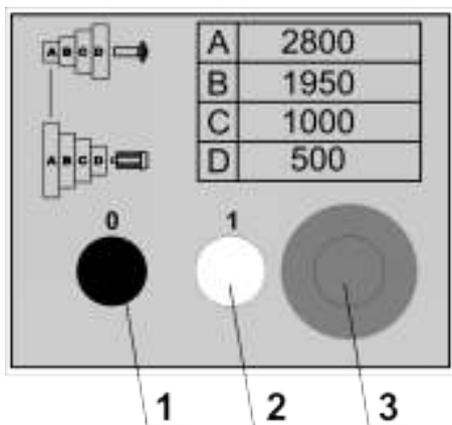

Рисунок 5.
3. Красная кнопка «Стоп» (кнопка аварийного отключения станка 3 рис. 5.)
Станок запускается нажатием белой кнопки 2, выключается при помощи черной кнопки 1. Кнопка «Стоп» (3 рис. 5.) обеспечивает экстренное отключение станка.
Запустите станок на низких оборотах шпинделя (позиция **D** рис. 5.). Если работа станка не сопровождается каким-либо посторонним звуком, увеличивайте скорость вращения. Дайте станку поработать на холостых оборотах по 10 минут, на каждой передаче, увеличивая их постепенно до максимальных оборотов. При возникновении каких-либо проблем обращайтесь в наш сервисный центр.